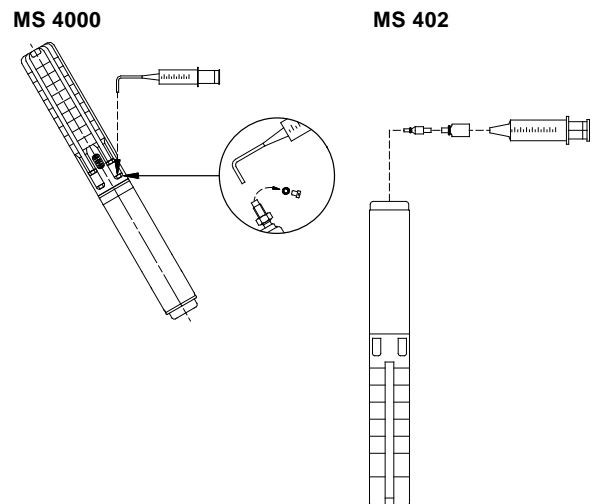

Fig. 2 Position de la pompe pendant le remplissage – MS 4000 et MS 402
1. Positionner la pompe comme indiqué fig. 2. La vis de remplissage doit être située au point le plus haut du moteur.
3. Injecter le liquide dans le moteur à l'aide de la seringue de remplissage fig. 2 jusqu'à ce que le liquide déborde légèrement de l'orifice de remplissage.